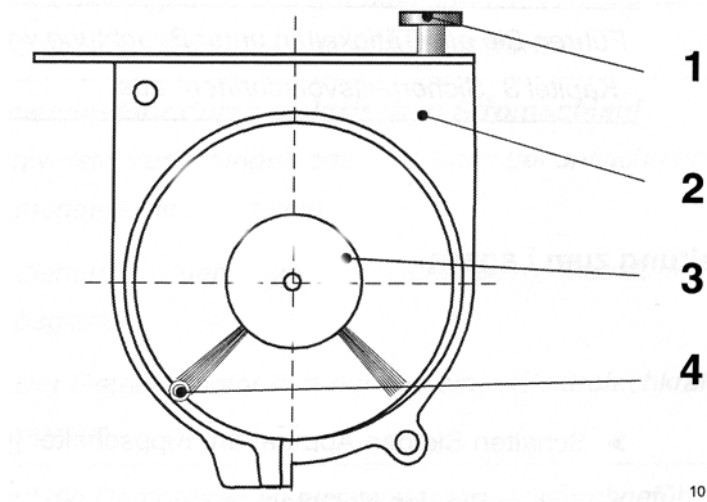

Рис. 9.6.1. Щеточный диск
- Выверните оба винта (1).
- Осторожно вытащите бункер (2) и пересыпьте колечки в заранее подготовленную емкость.
- Снимите щеточный диск (3/9.6.1.) и латунным штырем (из сумки с инструментами) удалите оставшиеся колечки (5), в том числе и из подводящего канала (3).
- Снова присоедините бункер винтами к корпусу (4) (Соблюдайте положение щеточного диска под углом 45°, см. также рис. 9.6.1.).